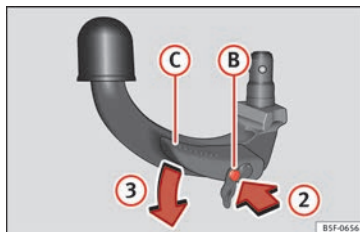

Abb. 210 Schritt 2
- Drücken Sie den Entriegelungsbolzen (B) in Pfeilrichtung ② und gleichzeitig den Hebel (C) in Pfeilrichtung ③ bis zum Anschlag » Abb. 210.